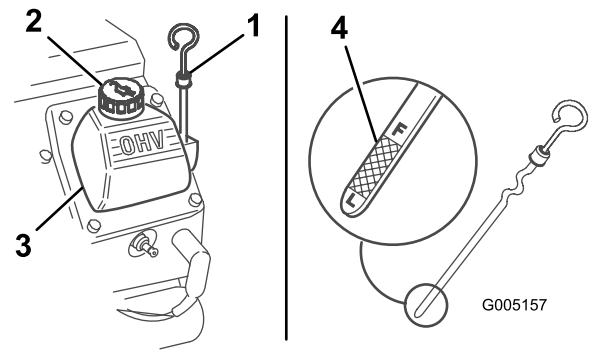

Figure 25
4. Sortez la jauge d'huile et essuyez soigneusement l'extrémité métallique (Figure 25).
5. Enfoncez la jauge complètement dans le tube (Figure 25).
7. Si le niveau d'huile est trop bas, nettoyez la surface autour du bouchon de remplissage et enlevez le bouchon (Figure 25).
8. Versez lentement une quantité d'huile suffisante dans le couvercle de culasse pour amener le niveau au repère du plein (F).
3. Nettoyez la surface autour de la jauge (Figure 25).
12. Enlevez le bouchon de remplissage (Figure 25) et versez lentement environ 80 % de la quantité d'huile spécifiée dans le couvre-culasse.
14. Faites l'appoint d'huile avec précaution pour faire monter le niveau jusqu'au repère maximum (F) sur la jauge.